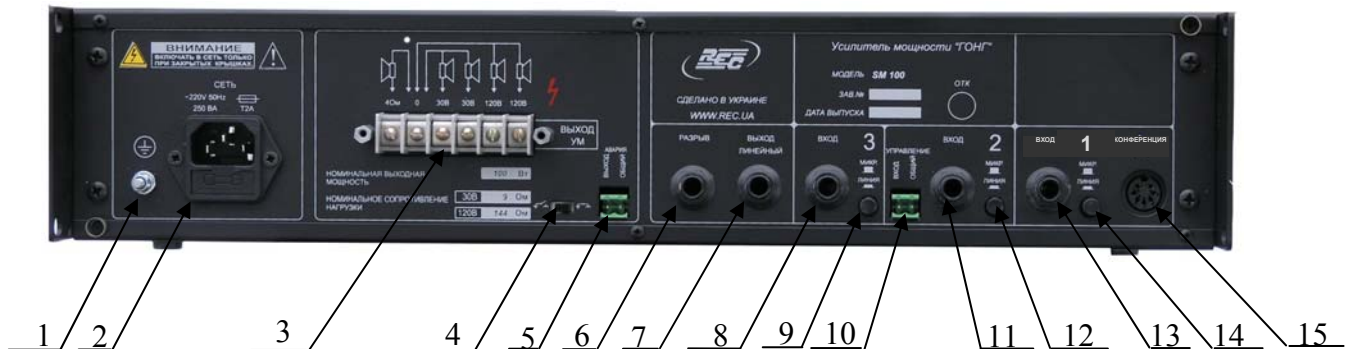

Рисунок 2
– при использовании УМ с пассивными источниками НЧ-сигнала (пульта конференцсистем, микрофоны и т. п.) переключатель  (поз.4, рисунок 2) устанавливать в замкнутое положение («схемный» общий провод подключен к корпусу УМ);
Клемма  $\oplus$  (поз.1, рисунок 2) является дополнительной и может быть использована для дополнительного (страховочного) заземления.